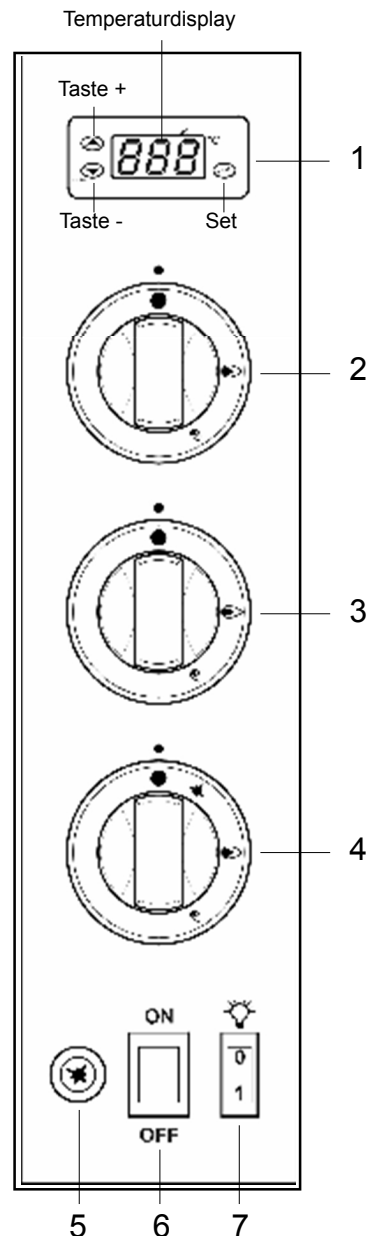

ABB.14 (Steuertafel)
Die Steuertafel (ABB.14) des Ofens befindet sich im rechten Vorderteil. Von hier aus kann der Bediener die Inbetriebnahme und die Einstellung der Backparameter des Ofens manuell einstellen.
- 3) Den Hauptschalter der Stromversorgung drücken (ABB.14-Ref.6), das grüne Licht schaltet sich ein;
- 4) Betriebstemperatur im **Thermostat/Thermometer einstellen, wozu gleichzeitig die Tasten "Set" und "+" oder "-" zu drücken sind (ABB.14-Ref.1)**. Falls die eingestellte Temperatur gleich oder geringer als die Umgebungstemperatur ist, können die Brenner nicht eingeschaltet werden, da das Thermostat mit dem Magnetventil der Gasversorgung verbunden ist, das beim Erreichen der eingestellten Temperatur die Zufuhr schließt.
- 5) Drehknopf des Haupthahns der Gasversorgung (ABB.14-Ref.4) in die Position  drehen, Drehknopf gedrückt halten und
gleichzeitig wiederholt die piezoelektrische Einschaltung der **Zündflamme drücken (ABB.14-Ref.5)**;
- 6) Drehknopf des **Hauptahns (ABB.14-Ref.4)** in die Position (maximale Leistung) drehen;
- 7) Die jeweiligen **Hähne Decke (ABB.14-Ref.2) und Boden öffnen (ABB.14- Ref.3)** und sie durch Drehung gegen die Uhrzeigerrichtung in die Position  (maximale Leistung) bringen.
Nachdem der Ofen die gewünschte Temperatur erreicht hat (siehe Punkt 5 dieses Abschnitts), was auf dem Thermostat/Thermometer zu sehen ist (**ABB.14-Ref.1**) kann die Pizza zum Backen in den Ofen geschoben werden.
- 2) Zur Beleuchtung der Backkammer ist der Schalter der **Ofenleuchte zu drücken (ABB.14-Ref.7)**;
- 1) Ofen ausschalten, , wozu die Handknöpfe in die  Position **“Aus”** zu drehen sind (**ABB.14-Ref.2/3/4**);
- 2) Innenbeleuchtung des Ofens mit dem Hauptschalter ausschalten (**ABB.14-Ref.7**);
- 3) Hauptschalter ausschalten (**ABB.14-Ref.6**) , das grüne Licht schaltet sich aus;